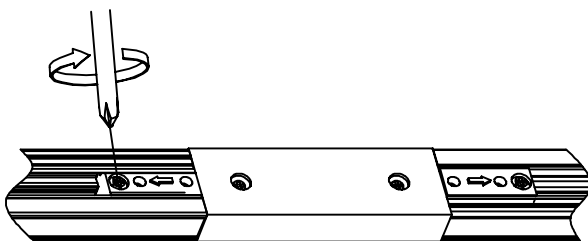

Fig. 17
4. Ensure polarity edges of tracks and connectors align. Insert the joiner into open end of track and tighten positioning screw. Do not force connector into track (Fig 17).
4. Assurez-vous que les bords polaires des rails et des connecteurs sont alignés. Insérez le raccord dans l'extrémité ouverte du rail et serrez la vis de positionnement. Ne forcez pas le connecteur dans le rail (Fig. 17).